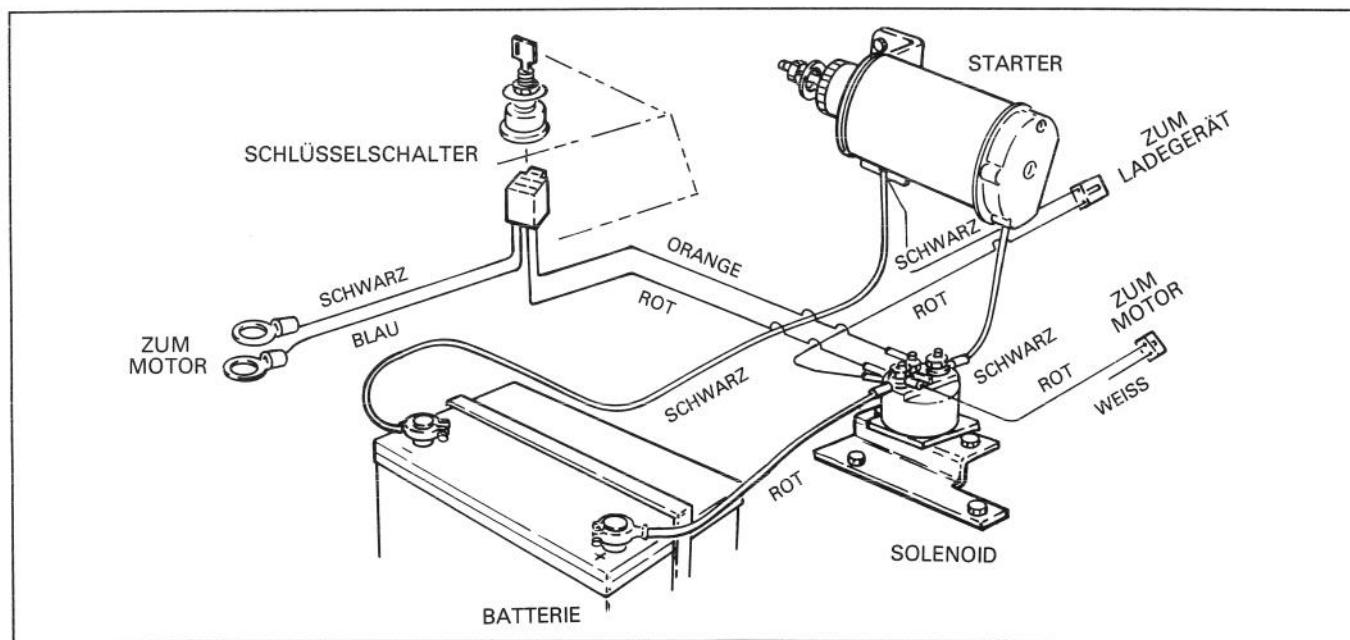

Abb. 16
24. Die Riemenabdeckung mit den (3) zuvor abgenommenen Schrauben wieder anbringen. Sicherstellen, daß die Kabelabdeckung in die Riemenabdeckung eingesteckt ist.
25. Den Drahtsatz, der den Anwerfmotor mit dem Innenanschluß des Solenoids verbindet, anbringen (Abb. 16).
26. Den roten Draht vom Motor auf die richtige Länge zurechtschneiden und den geschlossenen Kabelschuh anbringen. Das positive Batteriekabel, den roten Draht des Kabelsatzes, den roten Draht vom Ladestecker und den roten Draht vom Motor an den Außenanschluß des Solenoids anschließen (Abb. 16).
27. Den orangefarbenen Draht des Kabelsatzes mit einer innengezahnten Fächerscheibe und Nr. 10 Mutter an den kleinen Anschluß auf dem Solenoid anschließen (Abb. 16).